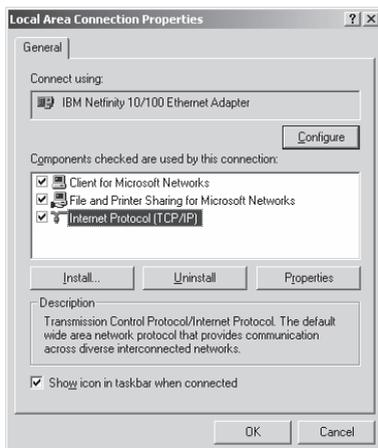

Рис. 4. Окно Local Area Connection Properties (Подключение по локальной сети – свойства)
5. Выберите позицию Internet Protocol (TCP/IP) (Протокол интернета) и щелкните кнопку **Properties** (Свойства) (см. рис. 4).